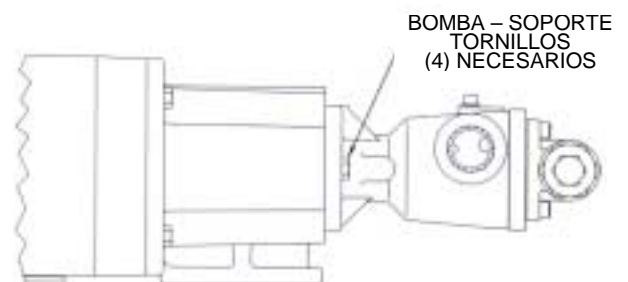

FIGURA 31
5. Termine el montaje sujetando la bomba al soporte (**Ver Figura 31**). Asegúrese de que el suministro de corriente a la bomba esté "Bloqueado". Compruebe si la bomba gira libremente. Para ello gire las hojas del ventilador del motor o el eje del porta cojinete.